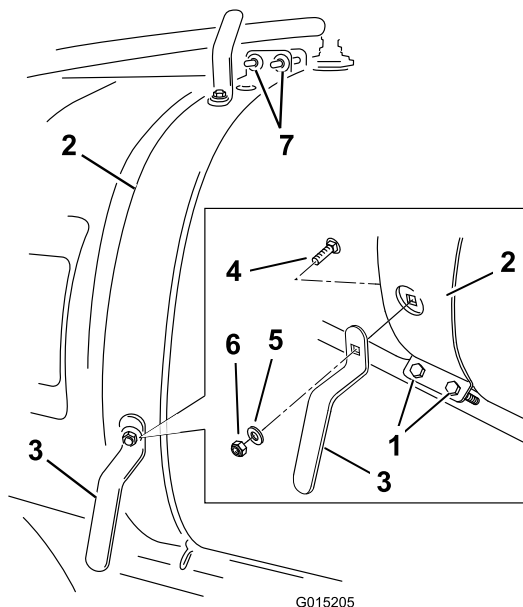

Figura 3
1. Afloje el fleje delantero del depósito en el lado derecho (Figura 3).
2. Instale el gancho inferior de la manguera según se indica en Figura 3 usando un perno de cuello cuadrado (5/16 x 3/4 pulgada), una arandela (1/8 pulgada) y una contratuerca (5/16 pulgada).
3. Instale el gancho superior de la manguera según se indica en Figura 3 usando un perno de cuello cuadrado (5/16 x 3/4 pulgada), una arandela (1/8 pulgada) y una contratuerca (5/16 pulgada).